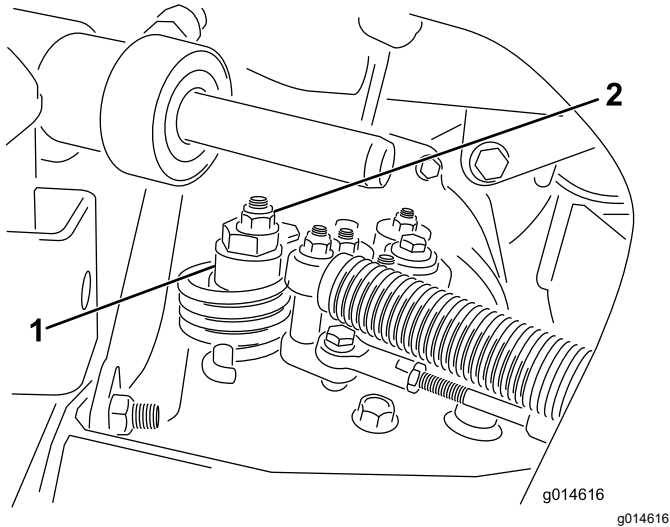

Bild 47
- A. Lösen Sie die Mutter, mit der der Exzenter oben am Hydrostat befestigt ist (Bild 47).
- C. Drehen Sie den Exzenter, bis kein Kriechen in jeder Richtung auftritt. Ziehen Sie die Schraube fest, wenn sich das Rad nicht mehr dreht, um den Exzenter und die Einstellung zu arretieren (Bild 47). Überprüfen Sie die Einstellung, wenn die Gasbedienung in der LANGSAM- und SCHNELL-Stellung ist.